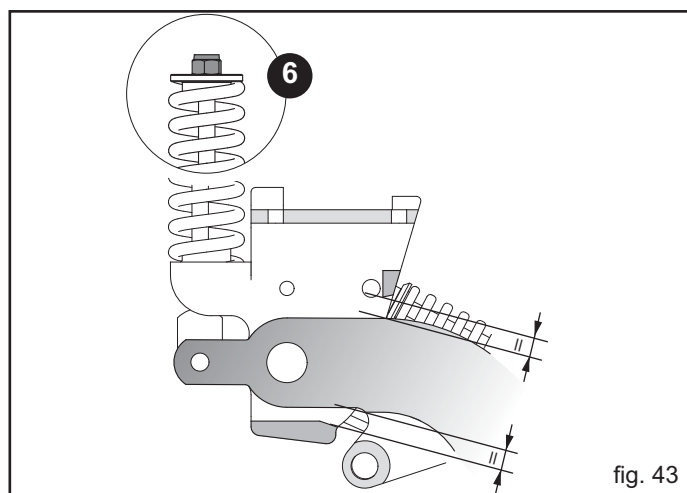

fig. 43
- 3) Vérifier que l'élément semeur se trouve à mi course (Fig. 43).
- 4) Si besoin est régler tous les ressort de sécurité avec l'écrou (6, Fig. 43) jusqu'à obtenir la position comme décrit au point 3).